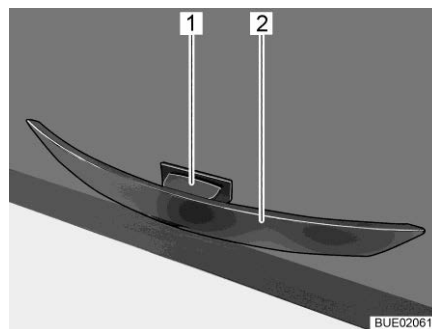

Bild 43 Handtag med frigöringsknapp
- Tryck på frigöringsknappen (Bild 43,1) och håll den intryckt.
- Öppna skåpluckan genom att dra i handtaget (Bild 43,2).